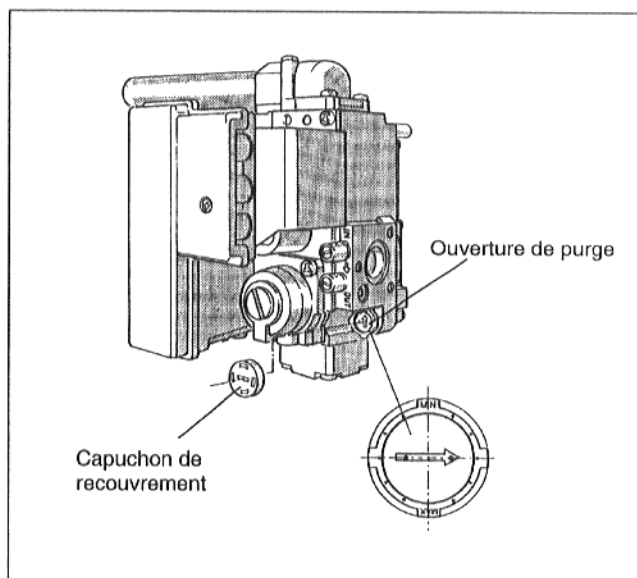

Fig. 48 Armature du brûleur à gaz
- Retirer le capuchon de recouvrement de l'ouverture de purge (Fig. 48).
- Vérifier que la flèche sur la vis du régulateur de pression se trouve à mi-chemin entre le minimum et le maximum (Fig. 48).